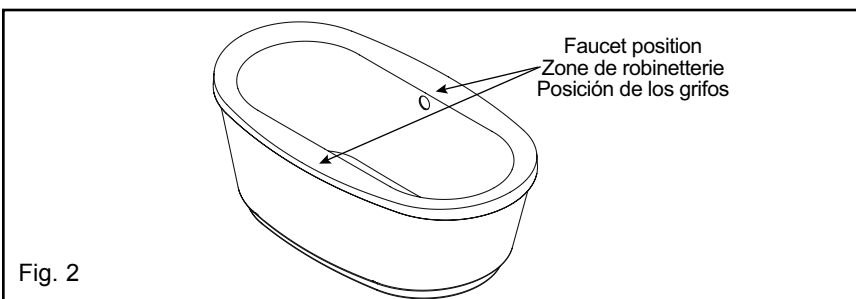

Fig. 2
**Important!** Faucet elements must be installed in the intended area (Fig. 2).
**Important!** La robinetterie doit être installée dans la zone prévue à cet effet (Fig. 2)
**Importante:** La grifería debe instalarse en la zona prevista para ello (Fig. 2.)